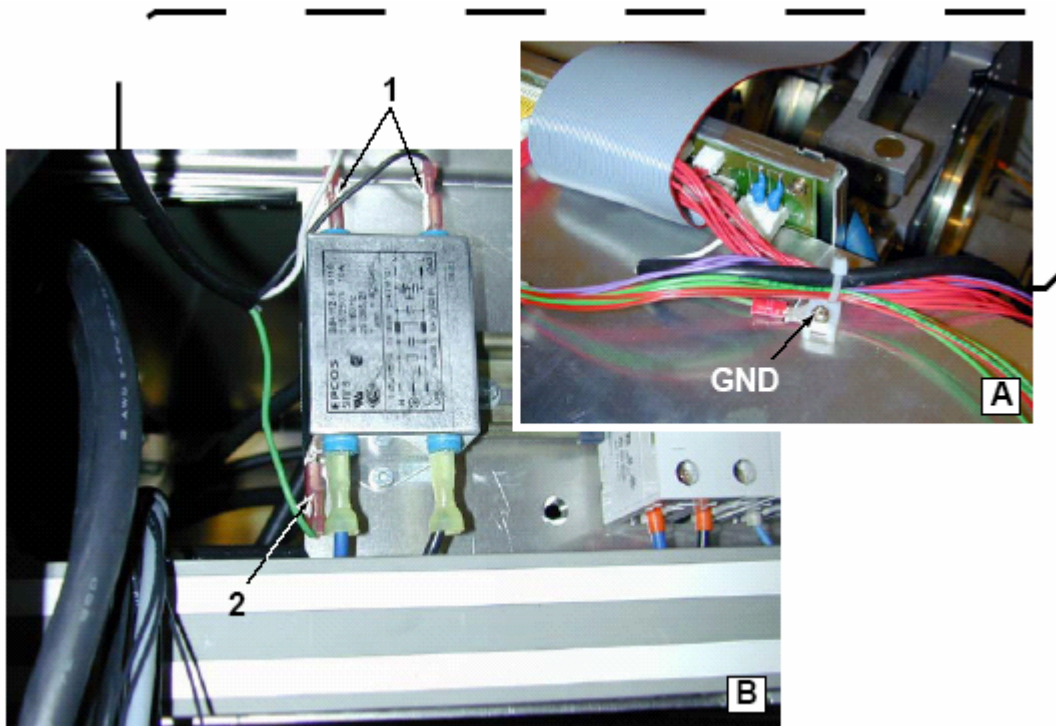

图 8-5 电源线连接
1. 将电源线(1)的绝缘相线插座端推进主电源滤波器(图B)的线路输出叶片连接器。(图 8-5)